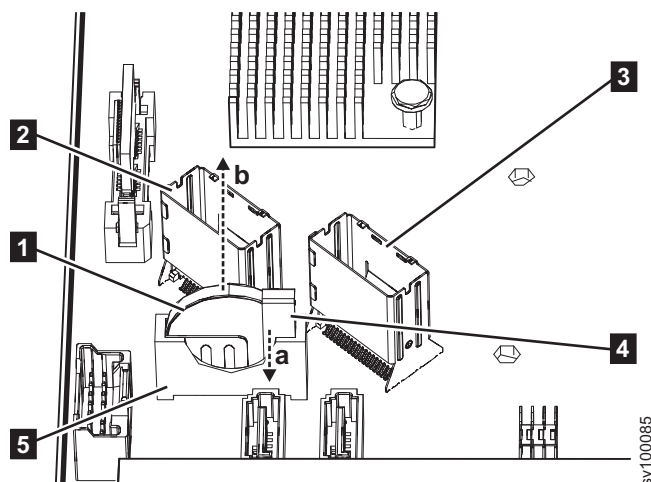

Figura 183. Removendo a Bateria CMOS do 2145-SV1
- a. Puxe o prendedor do suporte da bateria **4** para fora da bateria na direção (a) mostrada em Figura 183.
- b. Use seu polegar e dedo indicador para levantar a bateria do suporte **5** na direção (b) mostrada em Figura 183.